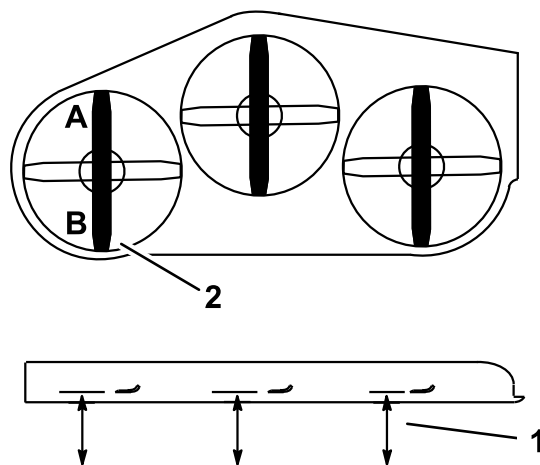

図 85
2. A位置で、平らな床面からブレードの刃先までの高さを測り、測定値を記録する(図 85)。
3. B位置で、平らな床面からブレードの刃先までの高さを測り、測定値を記録する(図 85)。
4. A位置におけるブレードの高さが、B位置におけるブレードの高さよりも6~10 mm低ければ適正である(図 85)。高さの差がこの範囲にない場合には以下の手順で調整する。